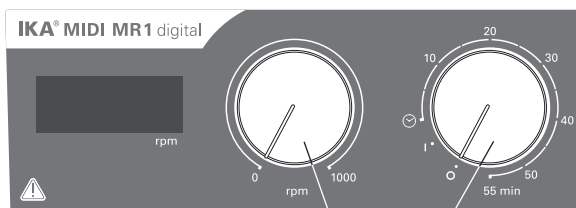

Fig. 3
- ☞ 기기를 켜려면, “ON / OFF” 및 “타이머” 회전형 노브 (B, Fig. 3 참조)를 시계 방향으로 “1”까지 돌립니다.
- ☞ 장치를 끄려면 “ON / OFF” 및 “타이머” 회전형 노브 (B)를 시계 방향으로 “0”까지 돌립니다.
- ☞ “속도(Speed)” 회전형 노브(C, Fig. 3 참조)를 돌려 모터의 속도를 설정합니다.모터 속도는 MIDI MR 1 Digital에서는 0~1000 rpm, MAXI MR1 Digital.에서는 0~600로 설치할 수 있습니다.